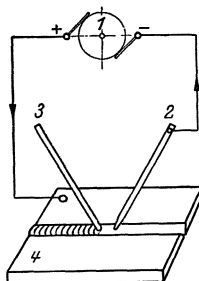
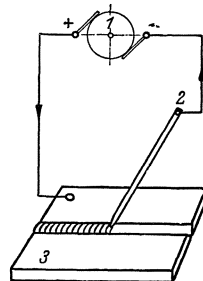

Abb. 1. BENARDOS-Verfahren. 1 = Schweißdynamo, 2 = Kohlelektrode, 3 = Zusatzstab, 4 = Werkstück
Abb. 2. SLAVIANOFF-Verfahren. 1 = Schweißdynamo, 2 = abschmelzende Metallelektrode, 3 = Werkstück
**I. Die Schweißverfahren mit offenem Lichtbogen und unter Schutzgas** gehen zurück auf das Kohlelichtbogenverfahren von BENARDOS - OLCZEWSKI (1887, Abb.1) und das Verfahren mit abschmelzender Metallelektrode von SLAVIANOFF (1890, Abb. 2). An Stelle des Kohlelichtbogens wird als Wärmequelle auch ein Lichtbogen verwendet, der zwischen zwei